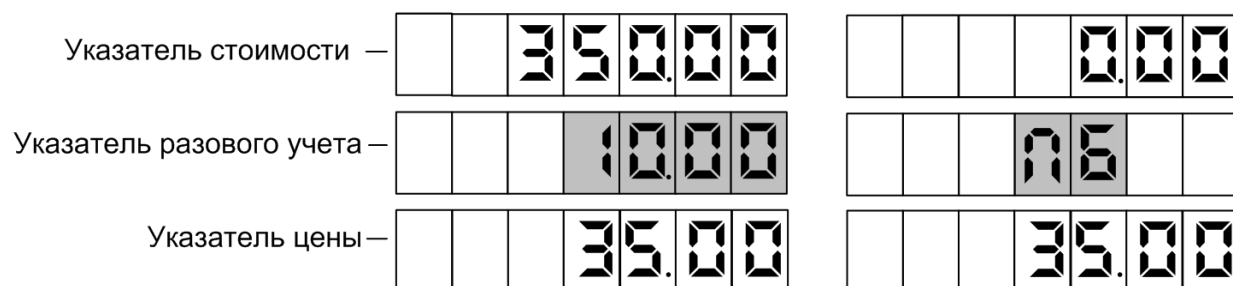

Рисунок 2
2.3.2 Для выдачи топлива необходимо задать дозу на УТ с системы управления. В средней строке табло мигающими символами отобразится величина заданной дозы, а в случае отпуска "до полного бака" – символы "ПБ" (рисунок 2). Это дает удобный способ определить, когда можно начать заправку, а также убедиться, что задано именно то количество топлива, которое заказано.